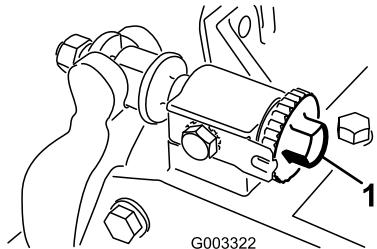

图 7
- A. 顺时针旋转底刀架调节螺丝图 7 一次调整一格直到感觉并到听到轻微的接触。
13. 在滚刀与底刀之间插入一长条剪切性能纸 Toro 零件号 125-5610 纸要与底刀垂直图 7 然后缓慢向前旋转滚刀此操作应能切断性能纸如果不能将每个底刀架调节螺栓都顺时针旋转 1 格直至切断为止。